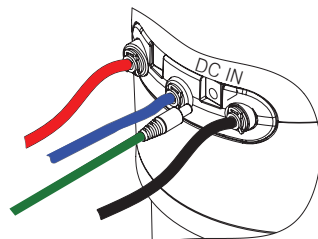

Рис. 12
- Вставьте вилку блока питания в розетку, а штекер, идущий от блока питания, – в разъем DWM (рис. 12).